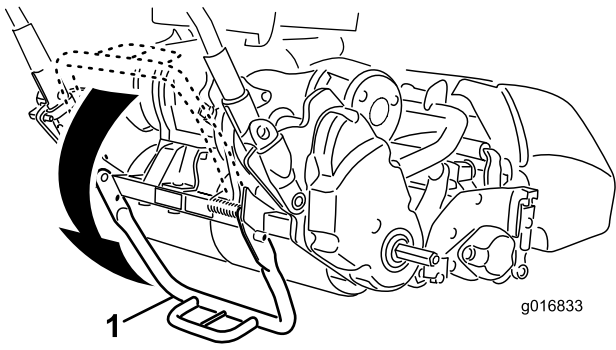

图9
1. 把脚放在支撑架的中央位置踩下支撑架向上拉起中下部手柄直至支撑架向前旋转并通过中心位置图9。